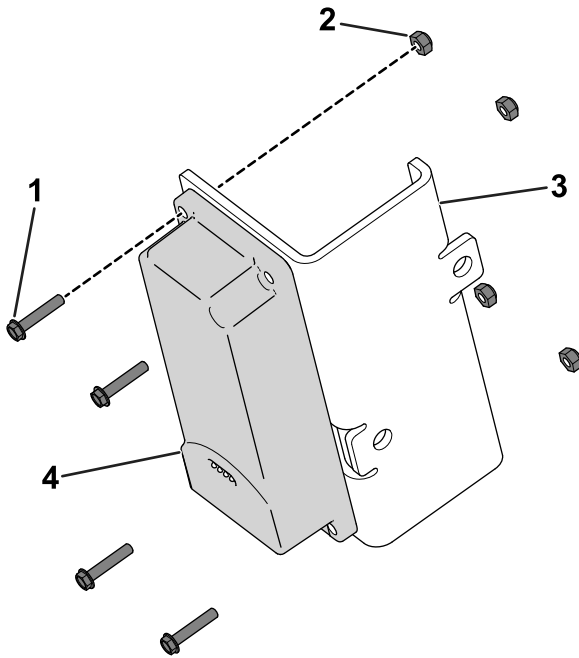

図 7
1. 六角ボルト (#10 x 1") 4本とロックナット (#10)4個を使って、テレマティクスデバイスをデバイスブラケットに固定する(図 7)。